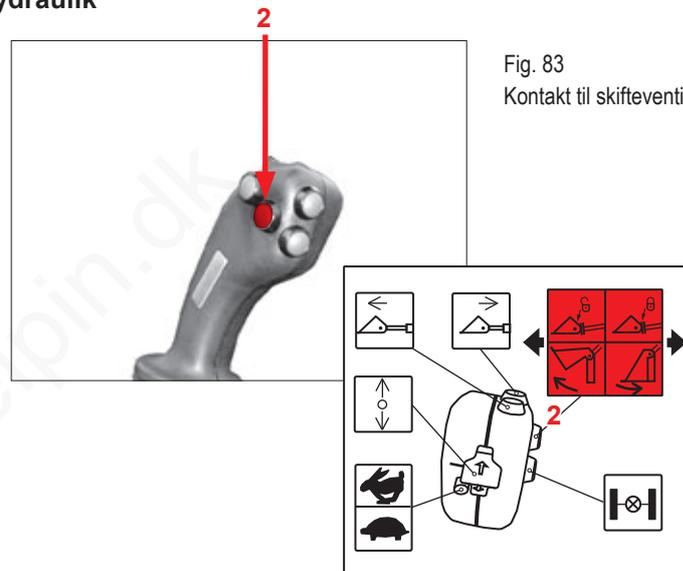

Fig. 83
Til denne funktion er læsseren udstyret med et andet multifunktionshåndtag (fig. 83).
Funktionen styres med tasten pos. 2 (fig. 83) på multifunktionshåndtaget.